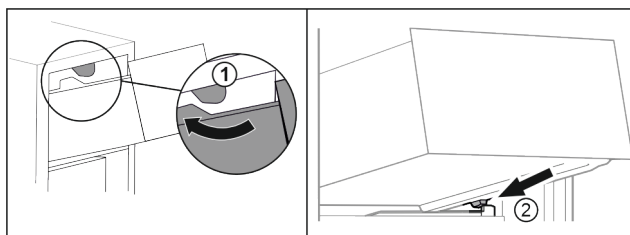

Fig. 21
- ▶ Прокарайте чекмеджето около горните ограничители Fig. 21 (1).
- ▶ Поставете чекмеджето под ъгъл зад долните ограничители върху реброто на съда Fig. 21 (2).